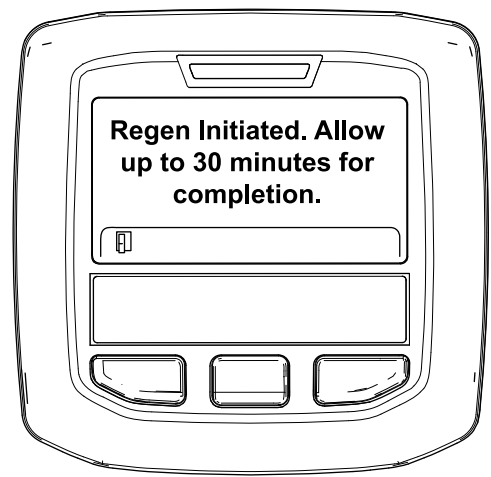

図 55
- 再生許可の場合には Regen Initiated 再生を開始しましたと表示。再生が終了するまで、最大 30 分間が必要。終了まで待つ 図 55。